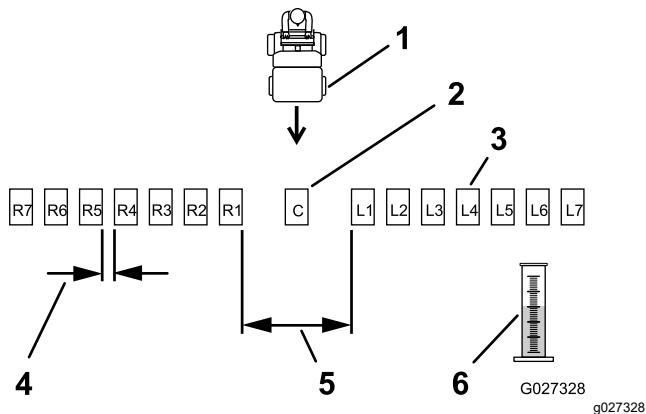
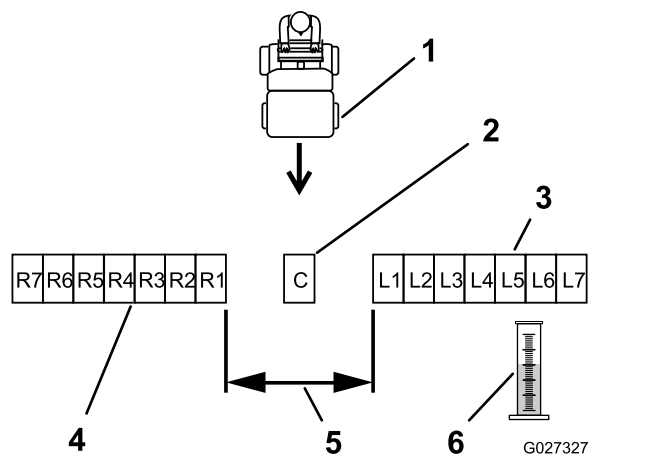

Figure 20
Figure 21
- Placez les autres bacs en ligne droite, comme montré à la Figure 20 ou la Figure 21.
- Pour les produits granulaires de gros calibre : Placez 6 autres bacs de chaque côté en les espaçant de 30 cm (12 po) (Figure 20).
- Pour les produits granulaires de petit calibre : Placez six autres bacs côte-à-côte de chaque côté (Figure 21).
6. Étiquetez chaque éprouvette de dosage en fonction du bac correspondant (par exemple L2, L1, Central, R1, R2); voir Figure 20 et Figure 21.